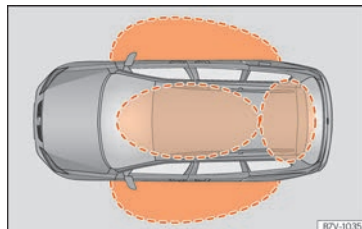
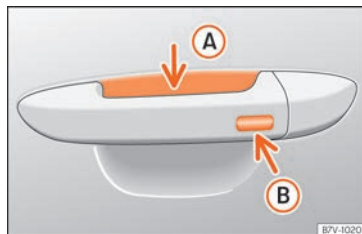

Abb. 91 Keyless Access: Näherungsbereiche.
Abb. 92 Türgriff: Sensorflächen
»» Abb. 92
Keyless Access ist ein schlüsselloses Start- und Schließsystem, mit dem das Fahrzeug ohne aktive Fahrzeugschlüsselbenutzung ent- bzw. verriegelt werden kann. Dazu müssen sich lediglich ein gültiger Fahrzeugschlüssel im Erkennungsbereich für den Zugang zum Fahrzeug befinden »» **Abb. 91** und eine der Sensoren an den Türgriffen berührt werden »» **Abb. 92** »»
Wenn sich ein gültiger Fahrzeugschlüssel in einem Näherungsbereich »» **Abb. 91** befindet,
- Umfassen Sie den Türgriff. Dabei wird die Sensorfläche »» **Abb. 92**  (Pfeil) im Türgriff berührt und das Fahrzeug entriegelt sich.
- Berühren Sie *einmal* die Sensorfläche »» **Abb. 92**  (Pfeil) am Türgriff. Die Tür, an welcher der Griff betätigt wird, muss geschlossen sein.
- Berühren Sie *einmal* die Sensorfläche »» **Abb. 92**  (Pfeil) am Türgriff. Das Fahrzeug ist mit der „Safe“ »» **Seite 110**-Sicherheitssystem verriegelt. Die Tür, an welcher der Griff betätigt wird, muss geschlossen sein.
- Berühren Sie *zweimal* die Sensorfläche »» **Abb. 92**  (Pfeil) am Türgriff, um das Fahrzeug ohne das Sicherheitssystem „Safe“ zu verriegeln »» **Seite 110**.
Wenn sich ein gültiger Fahrzeugschlüssel in der Nähe »» **Abb. 91** der Heckklappe befindet, entriegelt die Heckklappe beim Öffnen des verriegelten Fahrzeugs automatisch.
- Berühren Sie die Schließaste  auf dem Funkschlüssel und berühren Sie einmal innerhalb von 5 Sekunden die Verriegelungssensorfläche am Fahrertürgriff »» **Abb. 92 (B)**. Greifen Sie nicht am Türgriff, da sich das Fahrzeug sonst nicht verriegelt. Die Deaktivierung
Um mit der **Komfortfunktion** alle elektrischen Seitenfenster und das Panorama-Schiebedach zu schließen, legen Sie einige Sekunden einen Finger auf die Verriegelungssensorfläche »» **Abb. 92 (B)** (Pfeil) am Türgriff, bis die Seitenfenster und das Dach geschlossen sind.
Schlüssel in der Nähe befindet. Ist mindestens eines der elektrisch betriebenen Seitenfenster geöffnet und wird die Sensorfläche » Abb. 92 B (Pfeil) an einem der Türgriffe permanent aktiviert, schließen sich alle Fenster.